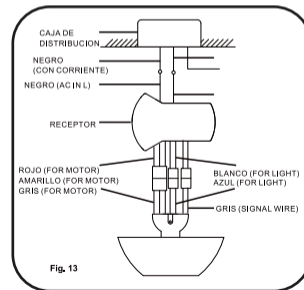

Fig. 13
Paso 3. Motor de cables del receptor conexiones eléctricas conectar las 4P - 4P para el motor / 2p - 2p para la luz / gris * gris para la señal desde el motor hasta el receptor. (Fig.13)